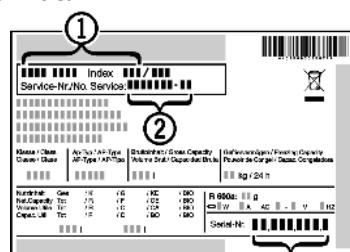

Fig. 37
- Считать обозначение устройства Fig. 37 (1), сервисный номер Fig. 37 (2) и серийный номер Fig. 37 (3) с заводской таблички. Заводская табличка находится внутри устройства слева.